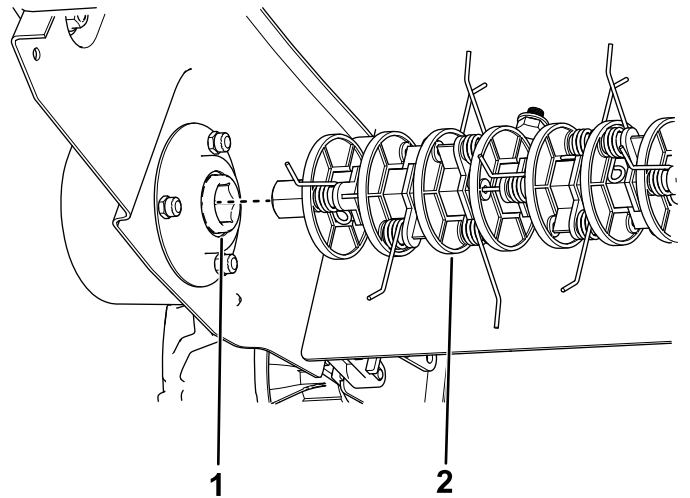

Figure 20
4. Sortez l'autre extrémité de l'arbre de l'entraînement et remplacez-le par l'arbre voulu (Figure 20).